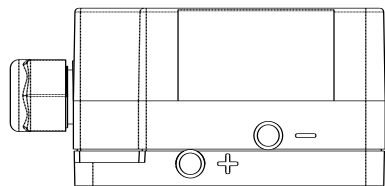

图 4
2. 软管连接。配件中提供了一条长 2m，内径 5.0mm 的塑料软管，可视现场情况裁减使用。建议用尽可能短的软管，连接上述连接附件和开关体上的压力接口。高压端接到“+”口，位于开关体的底部。低压端接到“-”口，位于开关体的中部，如图 4。